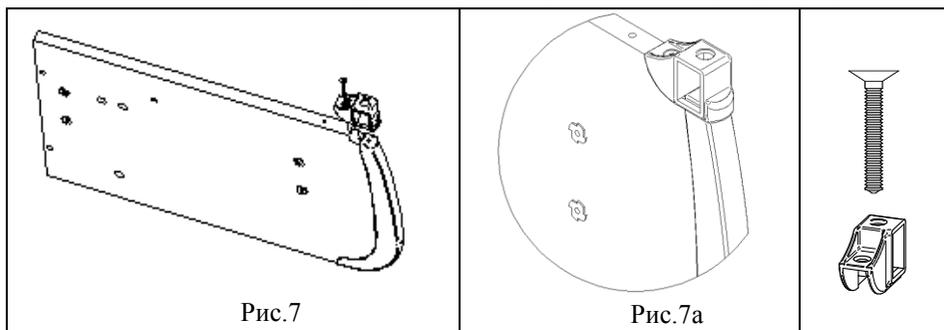

Рис.7
5.1.3.2 На сборку по п. 5.1.3.1 установить опору (поз.1, пакет № 72а) и закрепить при помощи винта самонарезающегося (поз.11, пакет №75), см. рис.7.
Внимание! Опору нужно установить так, чтобы прямоугольное отверстие в нем находилось на одной стороне с гайками усовыми М5 (см. рис. 7а)
Рис.7а